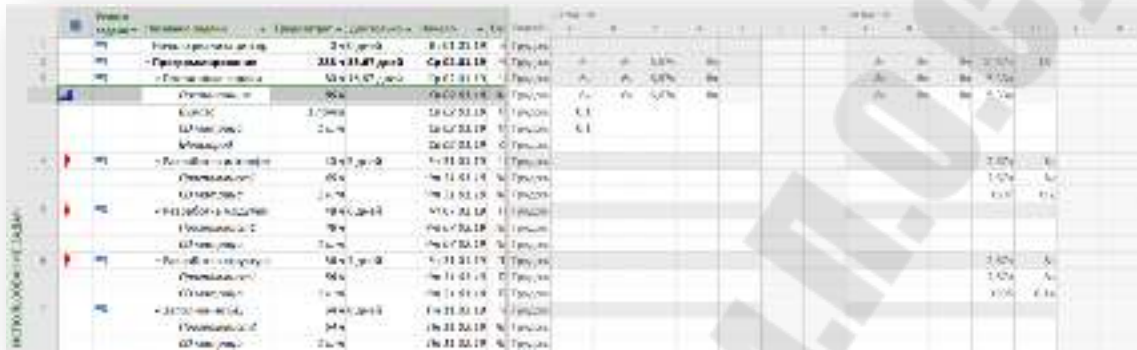

Рис. 2.33. Редактирование графика загрузки
3. Ввести в ячейки трудозатрат 1 – 5-го дней работы цифры: 1,8; 1,93; 2,2; 2,73; 3,33. Общим результатом выполненной коррекции является уменьшение длительности задачи Постановка задачи на один день при сохранении структуры профиля загрузки *Загрузка в конце* (рисунок 2.33).